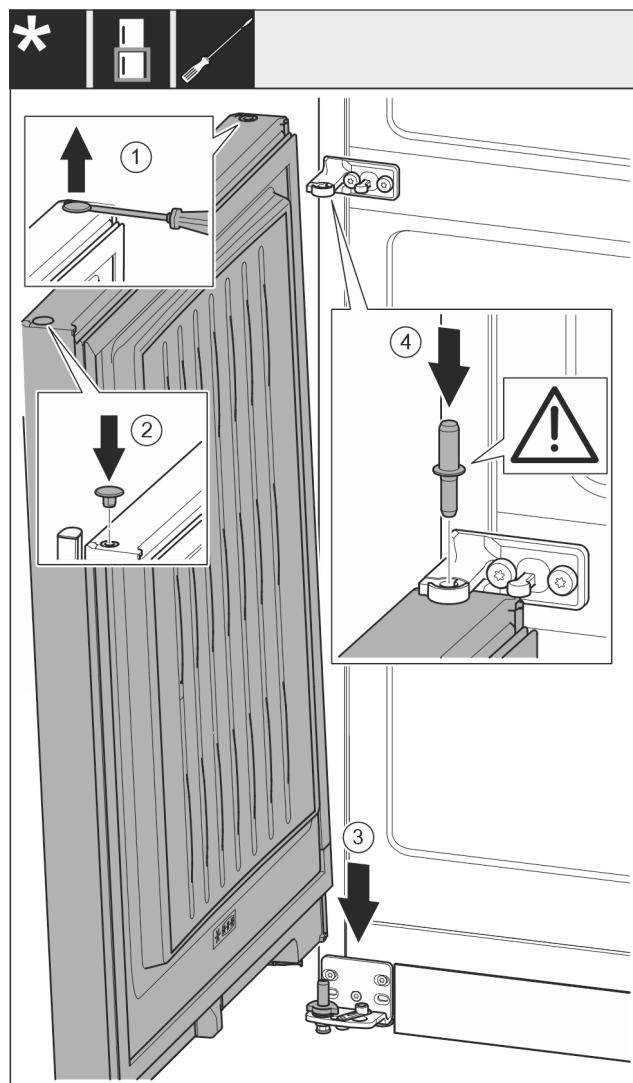

Fig. 23
- ▶ Använd en spårskruvmejsel och lyft försiktigt pluggen Fig. 23 (1) och dra ut den.
- ▶ Sätt in pluggen Fig. 23 (2) på dörrens andra sida igen.
- ▶ Sätt dörren Fig. 23 (3) uppifrån på den undre lagerbulten.
- ▶ För den mellersta lagerbulten Fig. 23 (4) genom den mellersta lagerbocken och sätt in i den i undre dörren. Se till att låskammen riktas bakåt.